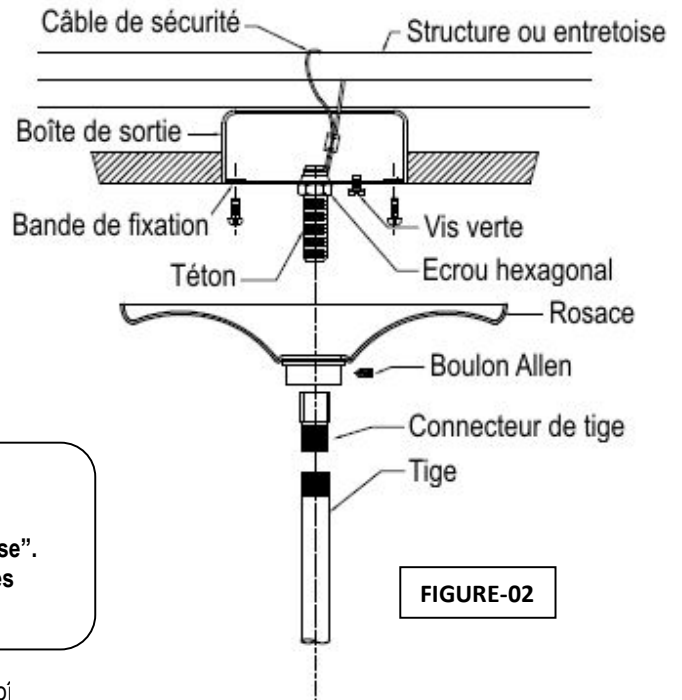

FIGURE-02
- Determine the overall desired length of the fixture by adjusting the chain length. Then attach the SAFETY CABLE to the building or structure or brace. (See figure-02)
- Slide the canopy and secure the canopy to the ceiling by tightening the allen bolt. (See Figure-02)
2. Déterminer la longueur hors tout du luminaire désirée en ajustant la longueur de la chaîne. Ensuite fixer le CÂBLE DE SECURITE au bâtiment ou à la structure ou à l'entretoise. (Voir FIGURE-02).
6. Faire glisser la rosace et coller celle-ci au plafond en serrant le boulon Allen. (Voir FIGURE-02).